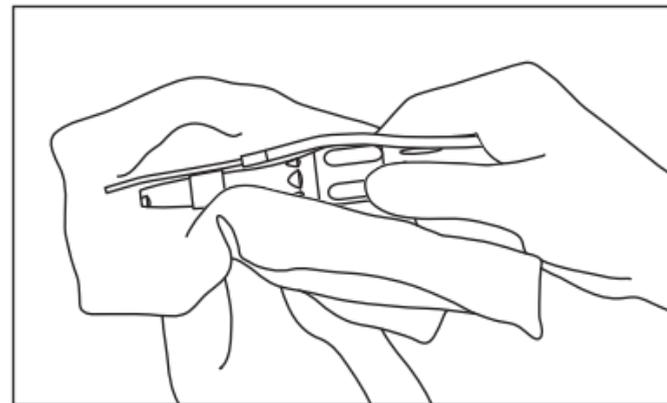

Fig. 8
4) Essuyez l'extérieur de la pièce à main en utilisant un tissu imbibé de désinfectant ou d'éthanol avec une concentration de 60 - 90 %. (Fig. 8)